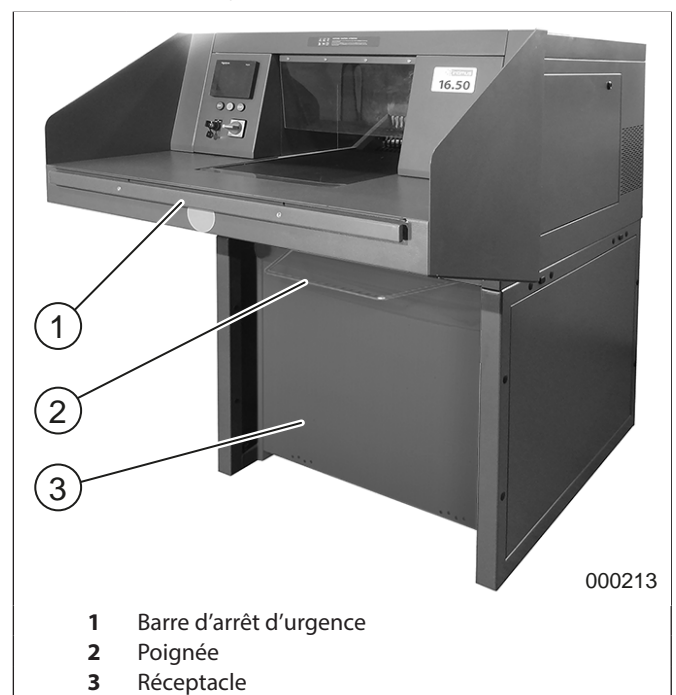

fig. 9 Destructeur avec récipient
- le récipient (fig. 9) est repoussé en butée.
- le récipient (fig.9/3) est-il repoussé en butée?
- le récipient (fig.9/3) est-il plein?